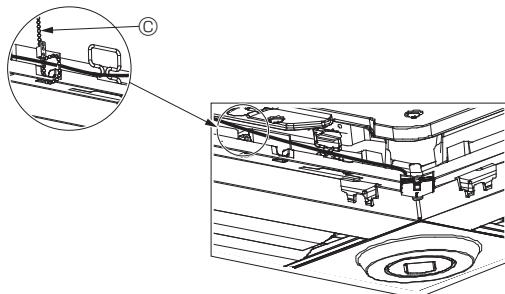

Fig. 5-13
- Şemada gösterildiği gibi i-See sensör ve sinyal alıcı kablolarnı, kablolarda gevşeklik olmayacak şekilde tespit malzemesi ile tespit edin ve daha sonra tespit malzemesinin fazla kısmını kesin. (Fig. 5-13)
- Eğer i-See sensör konumu “○” konumundan (E) “□” konumuna değiştirilmişse (F), anahtar ayarlarını değiştirin. (Bkz. sayfa 180.)